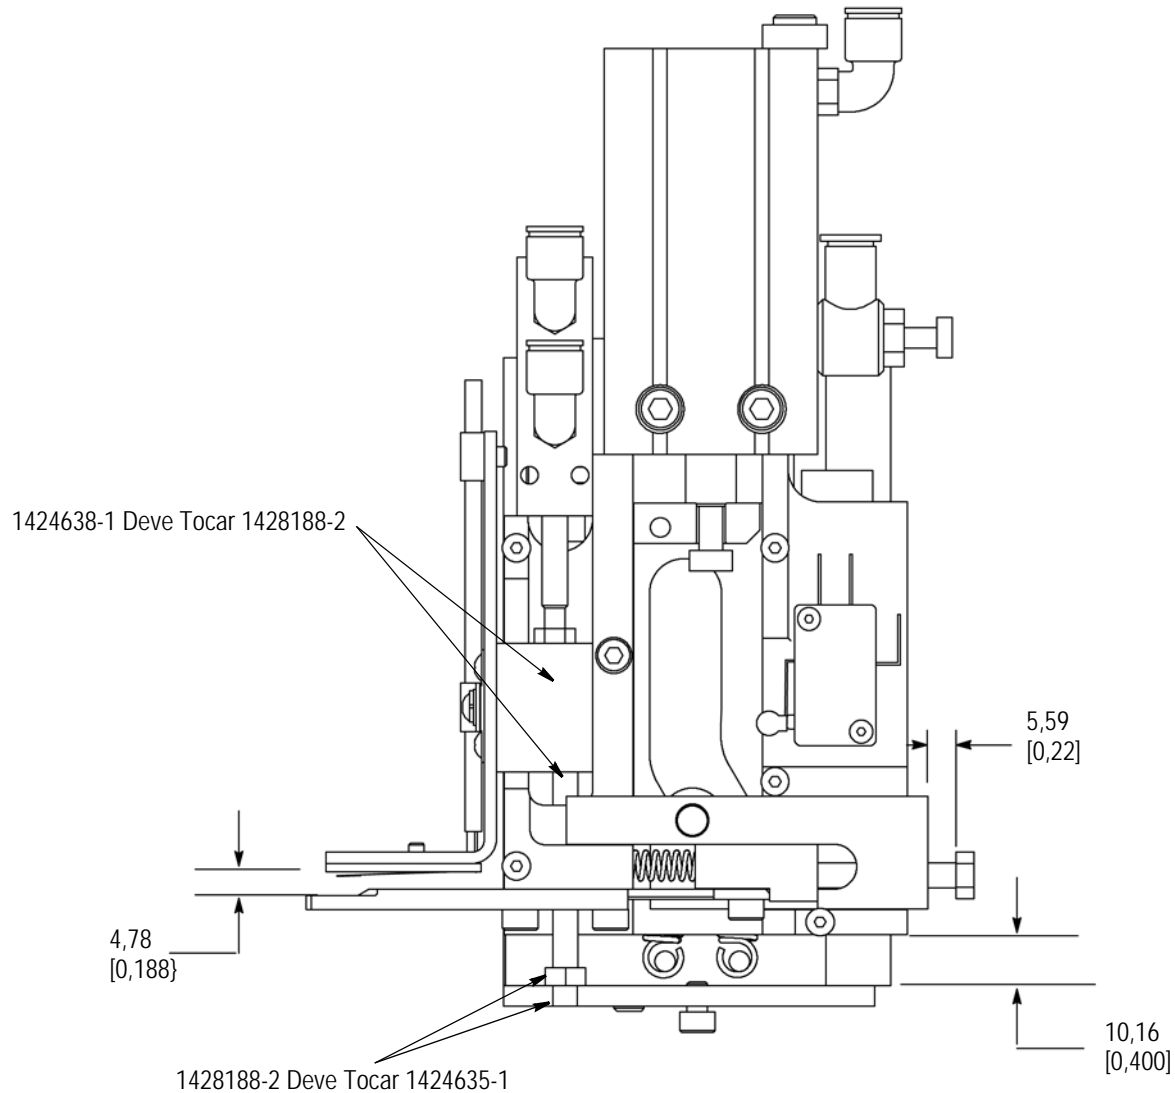

Figura 18
5. Rode o parafuso do comprimento de desencapagem (Figura 14) no sentido dos ponteiros do relógio até o bloco principal estar a 10,16 [.400] da placa de fim de curso da guia de desencapagem. Consulte a Figura 18.